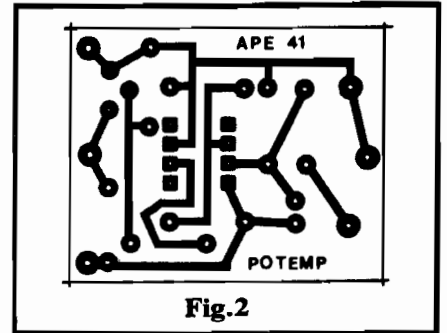

Fig.2
- FIG. 2 - LAY OUT DO CIRCUITO IMPRESSO - Embora tenhamos enfatizado as intenções de miniaturização, notem os Leitores/Hobbyistas que nem por isso a configuração de ilhas e pistas ficou "apertada" ou super-condensada... Isso ocorre por que o circuito utiliza uma quantidade extremamente modesta de componentes (outro fator importante na redução final do custo do projeto...), facilitando a implementação em plaquinha pequena, sem com isso incorrer em "espremitamentos" excessivos... A figura mostra, em tamanho natural (escala 1:1) a face cobreada, com o padrão que deve ser cuidadosamente copiado sobre uma plaquinha virgem (quem quiser "fugir" desse trabalho de reprodução/confecção da placa, poderá recorrer ao prático sistema de KITS, oferecido pela Concessionária Exclusiva, EMARK ELETRÔNICA - vejam anúncio em outra página da presente APE...). O importante - como sempre - é verificar-se cuidadosamente a placa ao final da